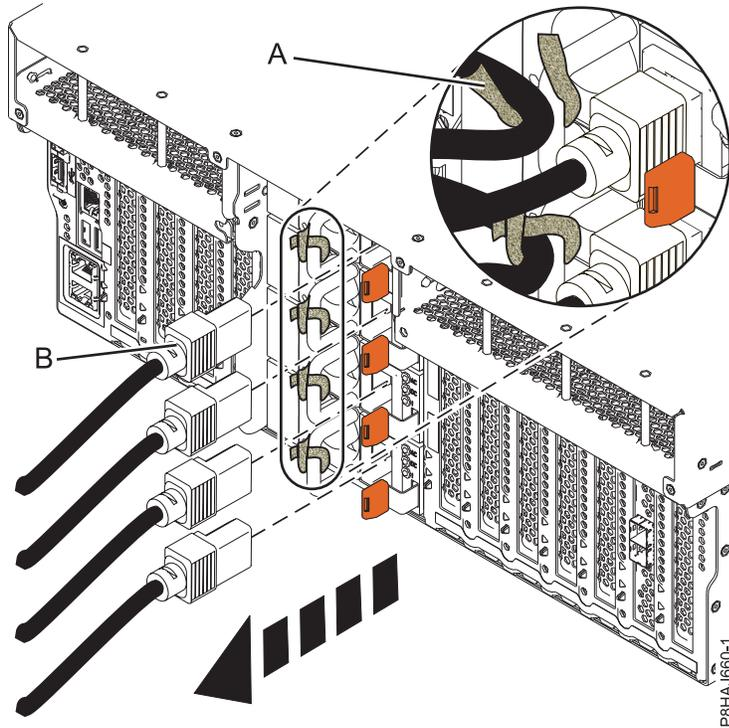
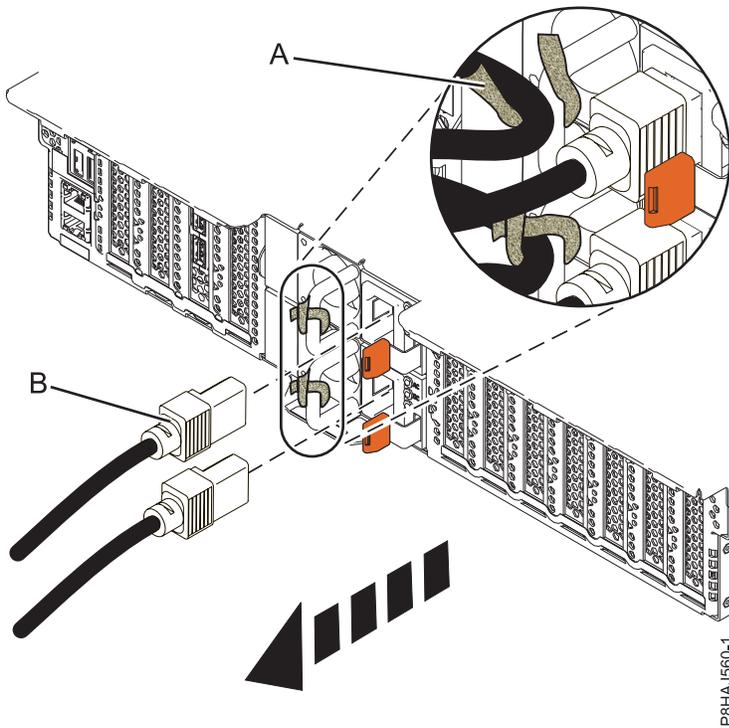
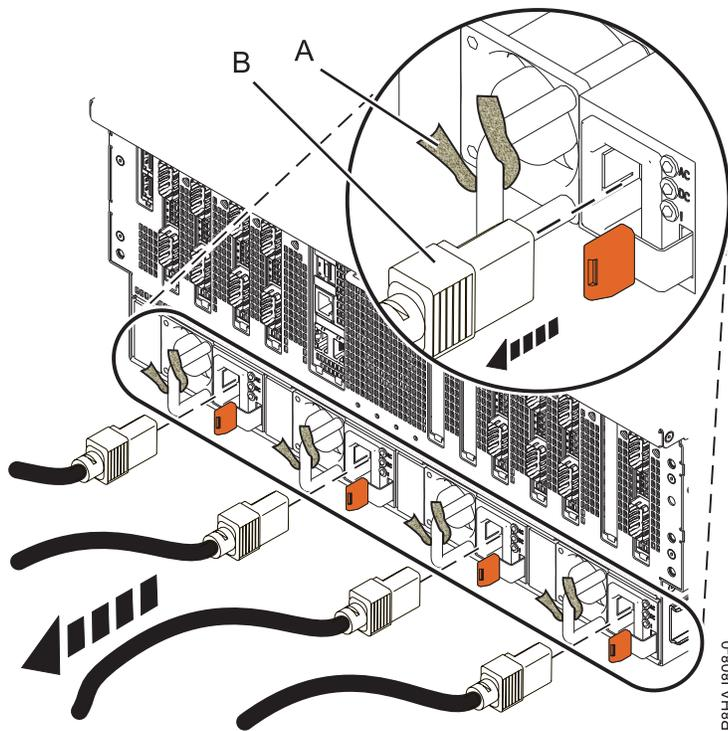

Figura 49. Extracción de los cables de alimentación de un sistema 8247-42L, 8286-41A o 8286-42A
Figura 50. Extracción de los cables de alimentación de un sistema 5148-21L, 5148-22L, 8247-21L, 8247-22L, 8284-21A o 8284-22A
Figura 51. Extracción de los cables de alimentación de un sistema 8408-44E o 8408-E8E
3. Desconecte los cables de alimentación **(B)** de la unidad del sistema. Consulte la Figura 49 en la página 89, la Figura 50 en la página 89 o la Figura 51 en la página 90, dependiendo del tipo de sistema.